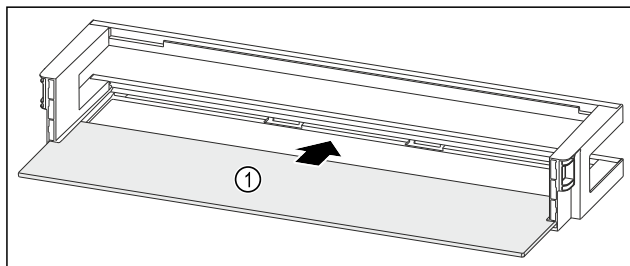

Fig. 224 Raft montat pe ușă cu raft
- ▶ Împingeți în interior raftul Fig. 224 (1) în degajările laterale.